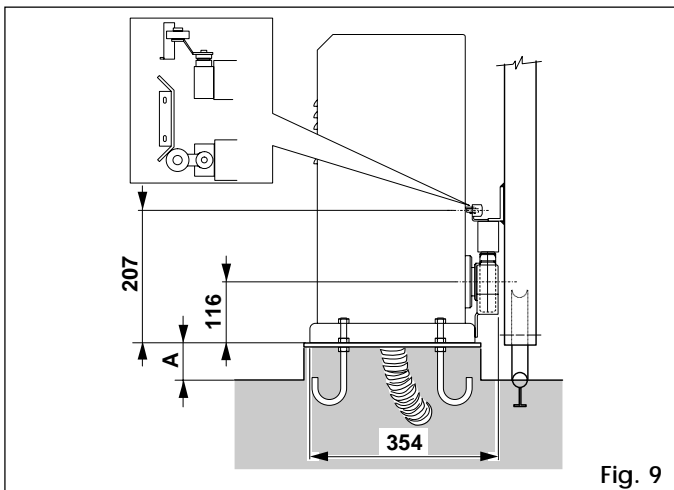

Fig. 9
**N.B.:** Il est préférable que la plaque de fondation dépasse du sol de la cote A indiquée fig. 9.